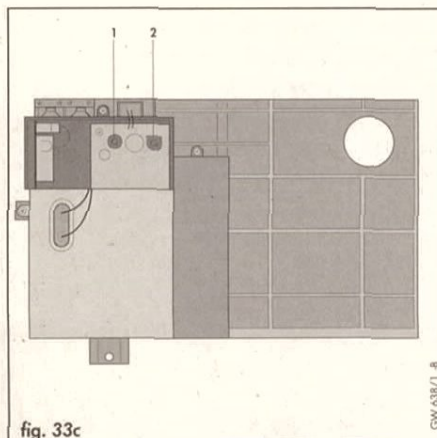

fig. 33c
- Con un piccolo cacciavite, girare in senso antiorario il potenziometro P503 (2, fig. 33c) fino all'arresto (fiamma al minimo). Per impostare la potenza dell'apparecchio fino al valore desiderato rilevare, dalla tabella 9.5, la portata gas agli ugelli necessaria, ruotare lentamente il potenziometro in senso orario fino a che il contatore del gas se-
- Con un piccolo cacciavite, girare in senso antiorario il potenziometro P503 (2, fig. 33c) fino all'arresto (fiamma al minimo). Per impostare la potenza dell'apparecchio fino al valore desiderato rilevare, dalle tabelle 9.7, la pressione gas agli ugelli necessaria, ruotare lentamente il potenziometro in senso orario fino a che il manometro raggiungerà il dato prestabilito.